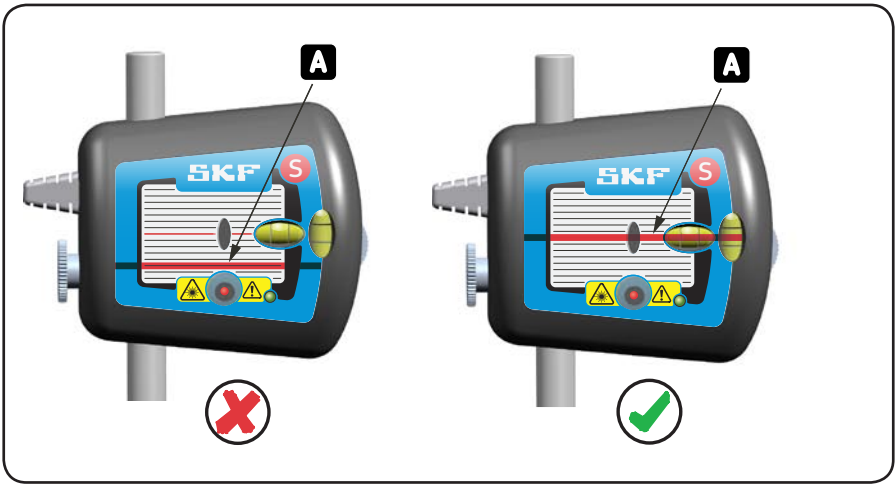

图9. 打到目标的中心
b) 瞄准激光光线，使它对准对面测量单元目标的中心（见图9）